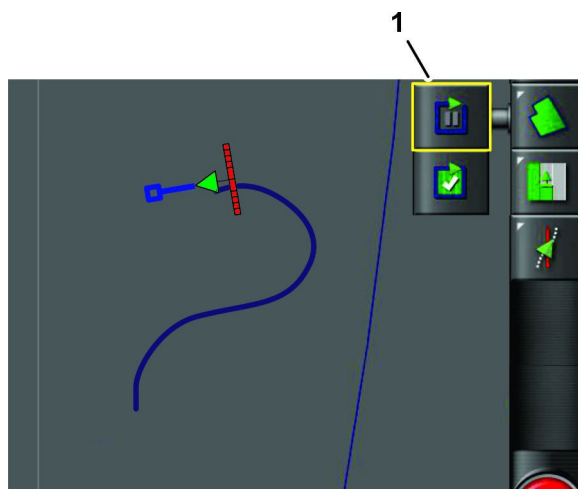

Figura 42
2. Premete l'icona PAUSA REGISTRAZIONE DEL CONFINE DEL CAMPO (Figura 42).